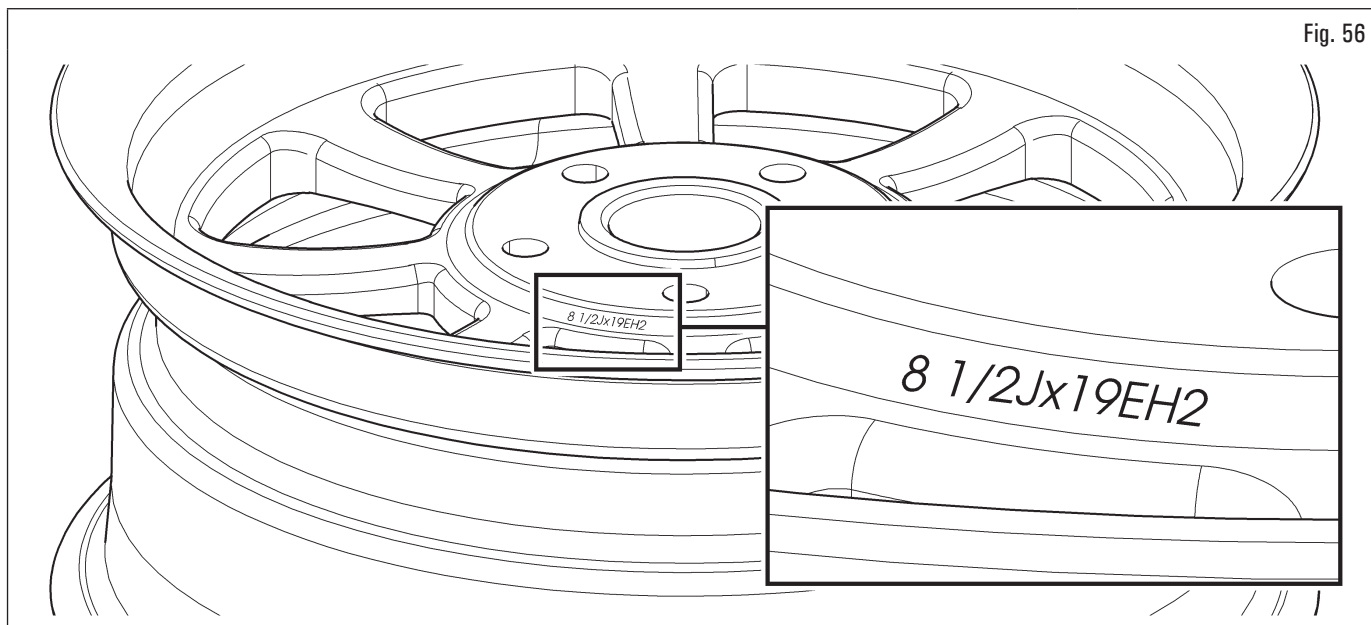

Fig. 56
- Vérifiez les dimensions de la jante et du pneu (Fig. 56) et le type de capteur de pression, si présent.